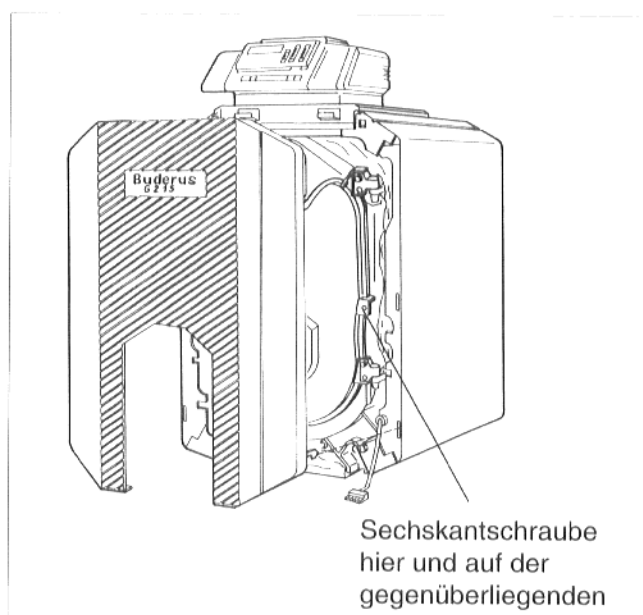

Abb. 43
- Bei **G215** Brennentürverkleidungsteile an den oberen Ecken nach vorne ziehen, leicht anheben und nach vorne abnehmen (Abb. 43).
- Die beiden Sechskantschrauben links und rechts an der Brennentür (Abb. 43) heraus-schrauben und Brennentür aufschwenken.
- Brennertür schließen und mit den beiden Sechskantschrauben verschrauben (Abb. 43). Die Schrauben müssen gleichmäßig angezogen werden.